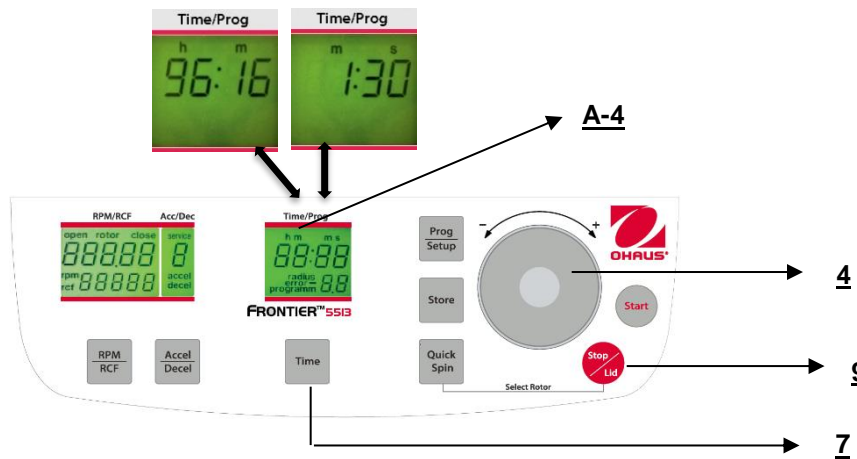

Figure. 17
3. Le fonctionnement en continu "**cont**" peut être interrompu avec la touche "**Stop/Lid**" (9) (voir la figure 17). La durée de fonctionnement peut être présélectionnée avec le couvercle ouvert ou fermé.
L'affichage présente toujours la durée de fonctionnement restante. (Voir la figure 17)